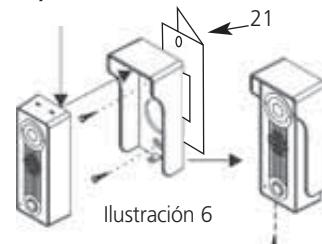

Ilustración 6
Paso 1 Montaje de la cámara de timbre en el bastidor (Ilustración 6).
- o Si ha comprado el cierre de arco opcional (21), por favor monte este en el bastidor y atornille seguidamente el protector contra el sol/la lluvia en el cierre, utilizando los tornillos incluidos con el cierre arco.
- Deslice el cable de la cámara a través del agujero en el proector contra el sol/la lluvia y a través del bastidor y monte la cámara en el protector, colocando el lado superior de la cámara en los caballetes del protector (vea ilustración 6).